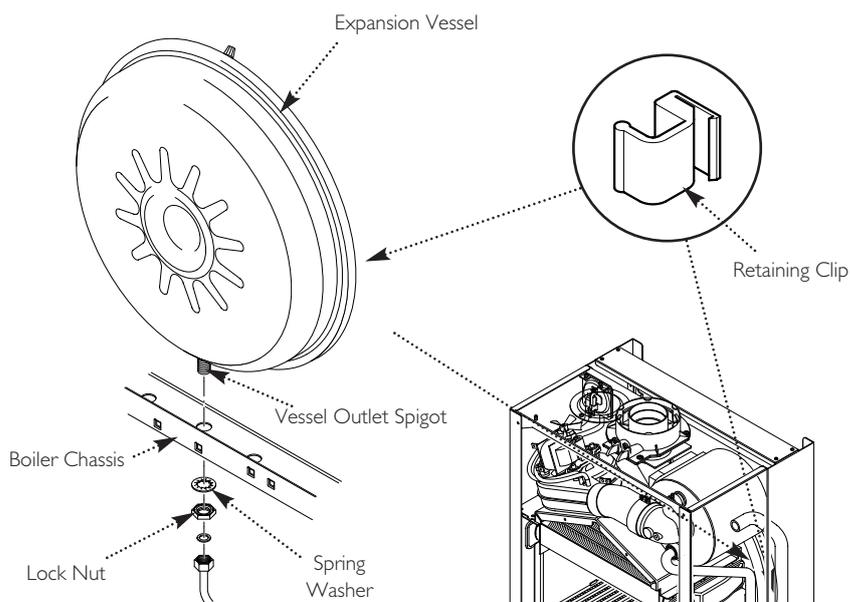

Fig. 62
12.16 Expansion Vessel (Fig. 62)